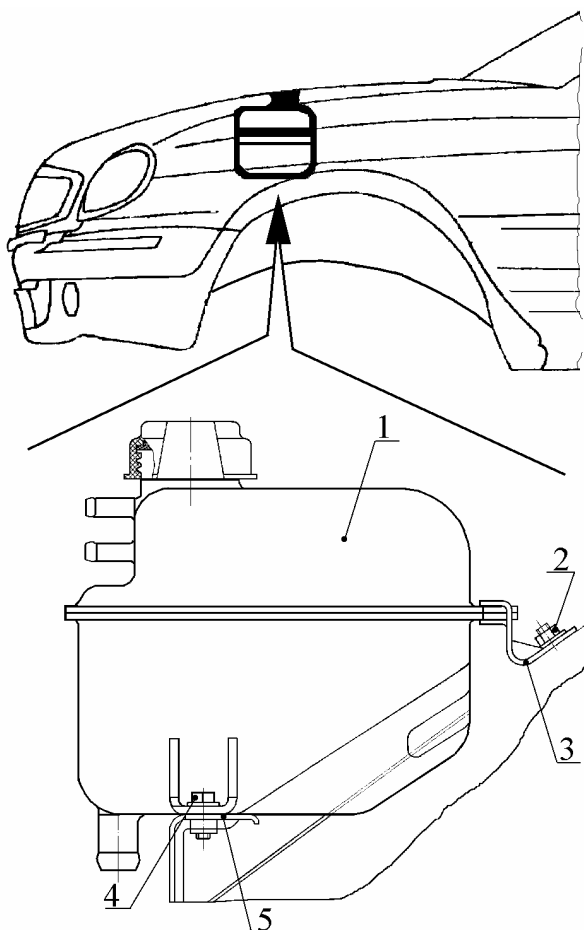

Рис. 30. Снятие бачка расширительного:
4.24. Снять бачок расширительный 1 (рис. 30), отвинтив гайку 2 крепления бачка к кронштейну 3 на левом брызговике; и отвинтив два болта 4 крепления бачка к кронштейну 5 крана отопителя (ключ 10 ГОСТ 2839-86).